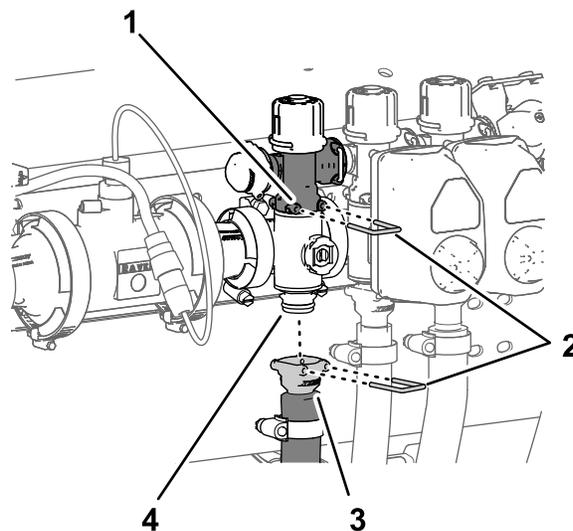

Рисунок 115
1. Снимите штифт быстрого разъема, который крепит быстрый соединитель перепускного клапана секции к коллекторному клапану секции (Рисунок 115).
2. Снимите штифт быстрого разъема соединения, который крепит быстрый соединитель шланга подачи секции к коллектору быстрого разъема штуцера на коллекторном клапане секции (Рисунок 115).